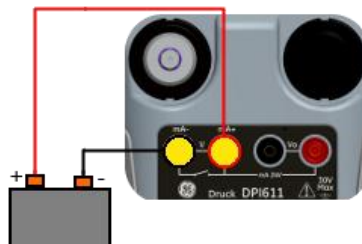

Figure 2-21 Mesure de tension CC ou mV CC sur CH1.
- La Figure 2-21 indique comment configurer CH1 pour mesurer une tension CC (± 30 V) ou mV CC (± 2000 mV).